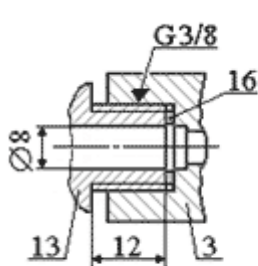
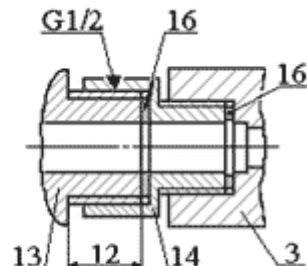

Рис.3
Рис.4
- **Опрессовщик** состоит из насоса 1, который закреплён на полках в верхней части бака 2. К нагнетательной полости насоса 1 подсоединен рукав высокого давления 3. Второй конец рукава высокого давления предназначен для непосредственного подсоединения к испытываемой гидравлической системе через штуцер 13 (рис.3), установленный на входе в гидравлическую систему, если ответная часть штуцера имеет наружный диаметр G3/8", или через переходной ниппель 14 (рис.4), если ответная часть имеет наружный диаметр G1/2".
- Подсоедините рукав 3 к испытываемой гидравлической системе, в которой должен быть установлен штуцер 13 с ответной частью для подсоединения рукава 3 (рис.3) или ниппель 14 (рис.4). Для уплотнения используются прокладки 16 из резины, отоженной меди или фторопласта.